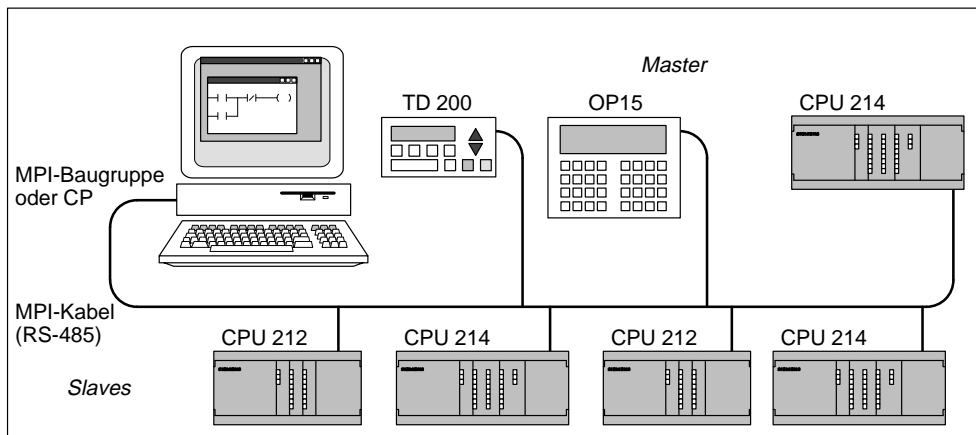

Bild 3-5 Beispiel für den Einsatz einer MPI-Baugruppe bzw. eines Kommunikationsprozessors mit Master- und Slave-Geräten
Sie können STEP 7-Micro/WIN zusammen mit einer MPI-Baugruppe oder einem Kommunikationsprozessor (CP) einsetzen. Beide Baugruppen verfügen über eine RS-485-Schnittstelle zum Anschließen an das Netz über MPI-Kabel. STEP 7-Micro/WIN 32 (die 32-Bit-Version) unterstützt die MPI-Baugruppenparametrierung für ein MPI-Netz. STEP 7-Micro/WIN 16 (16-Bit-Version) unterstützt diese Parametrierung nicht. Nachdem Sie die MPI-Kommunikation eingerichtet haben, können Sie STEP 7-Micro/WIN mit einem Netz verbinden, in dem andere Master vorhanden sind. Jeder Master muß eine eindeutige Adresse haben. Bild 3-5 zeigt ein Beispiel für ein MPI-Netz mit Master- und Slave-Geräten. Ausführliche Informationen zur Kommunikation im Netz entnehmen Sie dem Kapitel 9. Informationen zur MPI-Baugruppe und den verschiedenen CPs entnehmen Sie dem Abschnitt 9.4. Anhang G führt sämtliche Bestellnummern auf.